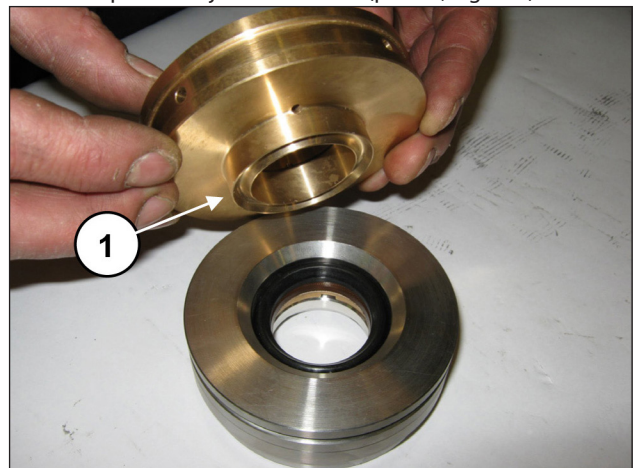

Fig. 185
Junte o suporte das juntas à camisa (pos. ①, Fig. 185).